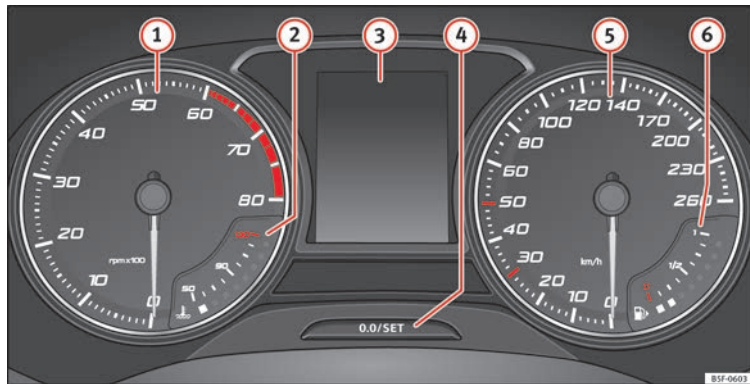

Fig. 82 Cuadro de instrumentos en el tablero de instrumentos.
» **fig. 82:**
El cuentarrevoluciones muestra el régimen de revoluciones del motor por minuto » **fig. 82 ①**.
La aguja del cuentarrevoluciones **①** » **fig. 82** sólo deberá alcanzar la zona roja durante un breve período de tiempo, de lo contrario corre el peligro de sufrir daños en el motor.
Al conectar el encendido, en la pantalla del cuadro de instrumentos » **fig. 82 ③** puede visualizarse información diversa, en función del equipamiento del vehículo:
- Pulse brevemente el botón »» **fig. 82** **4** para restablecer el cuentakilómetros parcial a 0.
• Para ajustar la hora, mantenga pulsado el botón »» **fig. 82** **4** durante más de 3 segundos para seleccionar el indicador de horas o bien de minutos.
Mantenga pulsado el botón » **fig. 82 ④** durante más de 15 segundos para visualizar las letras distintivas del motor (MKB) del vehículo. Para ello, el encendido debe estar conectado y el motor apagado.